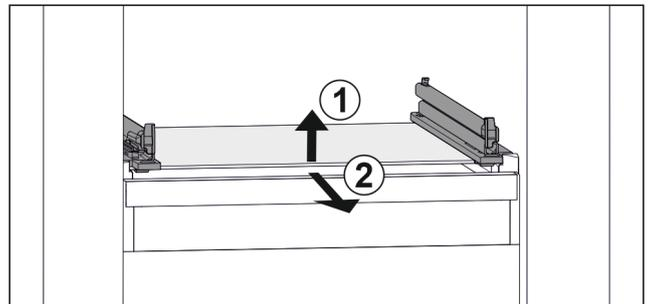

Fig. 61 Rappresentazione esemplificativa del ripiano in vetro
- ▶ Sollevare il ripiano in vetro dal davanti. Fig. 61 (1)
- ▶ Rimuovere il ripiano in vetro tirando in avanti. Fig. 61 (2)